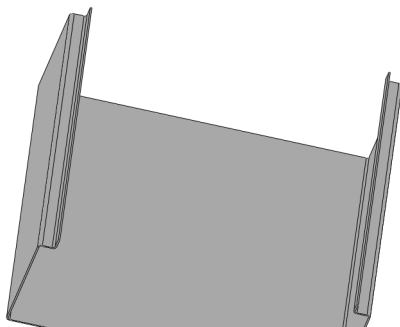

图 13-35 创建转折特征效果
(15) 单击【反向】和【确定】按钮, 创建转折特征, 如图 13-35 所示。